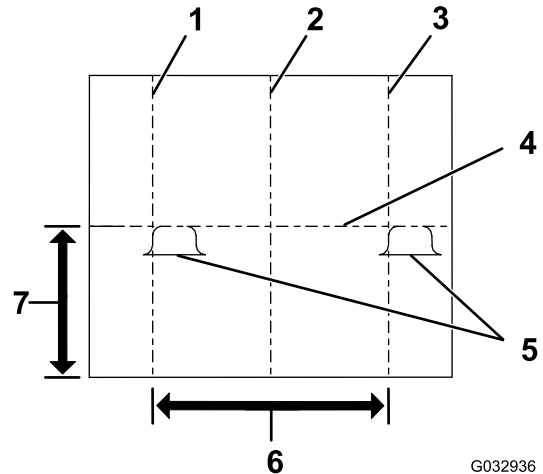

Bild 48
4. Markieren Sie die vertikale Fahrzeug-Mittellinie auf dem Hintergrund (**Bild 48**).
5. Markieren Sie die vertikale Mittellinie des Scheinwerfers auf dem Hintergrund (**Bild 48**).
6. Markieren Sie die horizontale Mittellinie des Scheinwerfers auf dem Hintergrund (**Bild 48**).
7. Stellen Sie die Scheinwerfer des Schneeschilds ein, bis der hellste Teil der Abblendlichter am Schneeschild ausgerichtet ist, wie in **Bild 48** abgebildet.